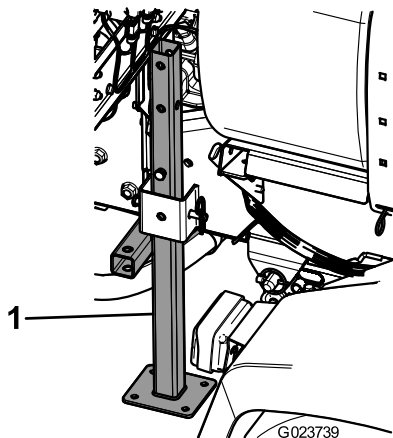

Figure 51
3. Insérez les jambes de support arrière par le bas du cadre, près des points d'attache arrière (Figure 51).